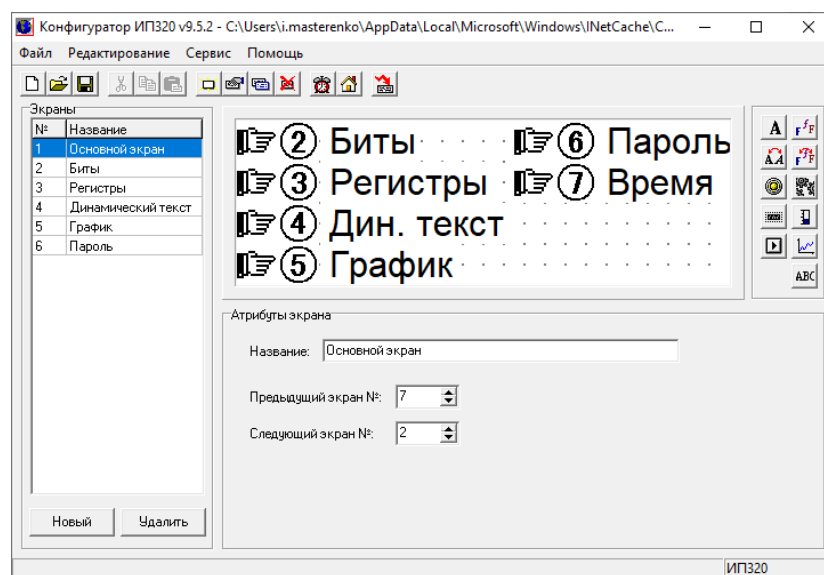

Рис. 1. Основной экран
1. На основном экране (рис. 1) выводится список экранов проекта.